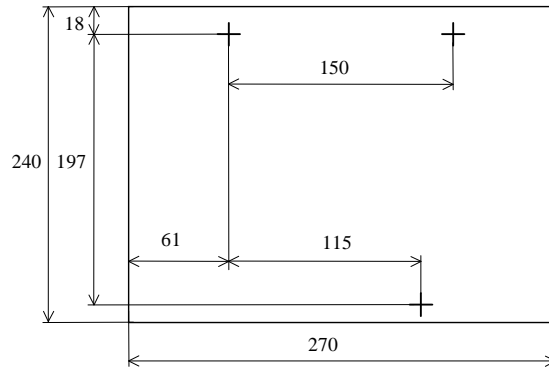

Рисунок 2. Разметка для крепления бесперебойного блока питания "Роса-1SL".
5.2. Закрепить блок на стене. Для этого сделать разметку на выбранном участке стены (рис. 2), вернуть верхние шурупы, повесить на них блок и закрепить шурупом сквозь отверстие внутри отсека коммутации.